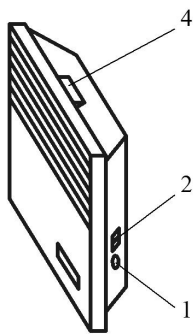

Рис.6 Размещение органов управления конвекторов (IP20)
5.1.8 Переведите клавишу выключателя (клавиши ступенчатого регулятора мощности) в отключённое положение «0», ручку термостата установите в положение «\*» (совместите знак «\*» на ручке с меткой на корпусе конвектора или блока управления). Конвектор готов к работе (расположение органов управления конвектором приведено на рис.6,7).